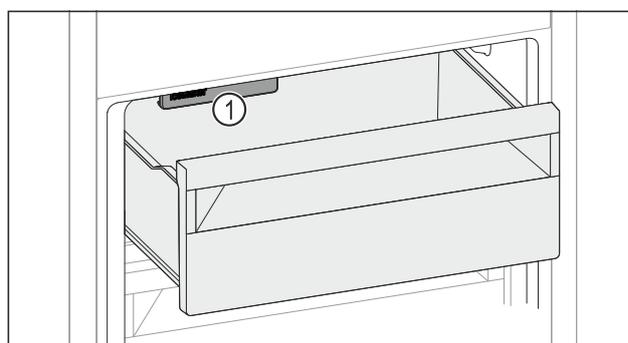

Fig. 168
- ▶ Tenga en cuenta el IceMaker Fig. 168 (1).